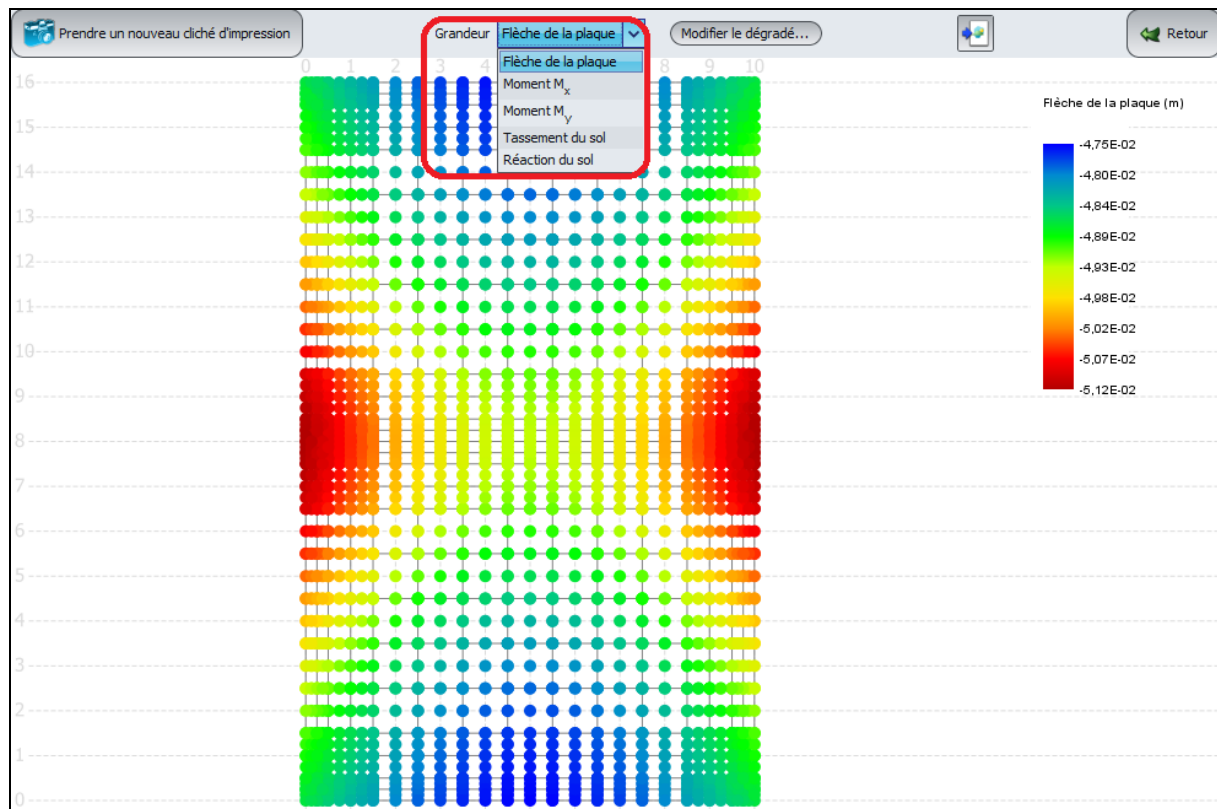

Figure C.56 : Exemple d'affichage graphique de type 'Nuage de points' (module Tasplaq)
- le **Nuage de points** (cf Figure C.56) disponible dans les modules Tasseldo et Tasplaq ;